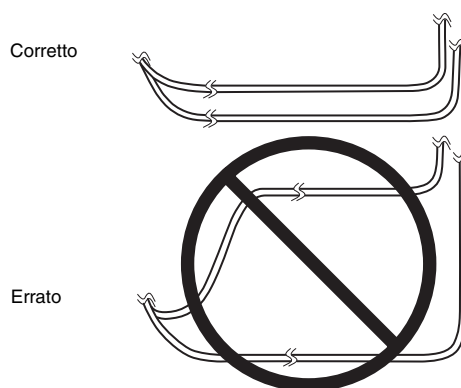

Figura 5. Posizionamento di due elettrocatteteri.
- Quando vengono impiantati due elettrocatteteri, instradare gli elettrocatteteri in modo che lo spazio tra gli stessi sia ridotto al minimo (Figura 5). Se gli elettrocatteteri vengono posizionati in un percorso ad anello e il paziente viene esposto a fonti di interferenza elettromagnetica (ad esempio, dispositivi antifurto), il paziente può percepire un momentaneo aumento della stimolazione che alcuni pazienti hanno descritto come stimolazione fastidiosa (sensazione di sobbalzo o di scossa elettrica).